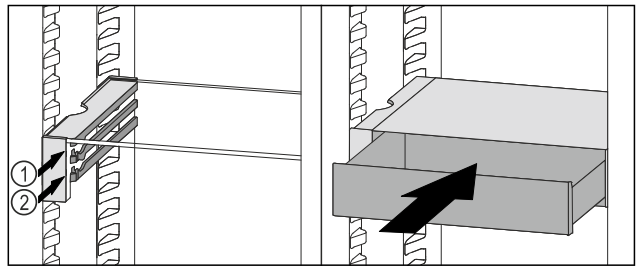

Fig. 203
- Aseta VarioSafe-vetolaatikko rajoittimien taakse halutulle kannattimelle Fig. 203 (1) tai Fig. 203 (2).